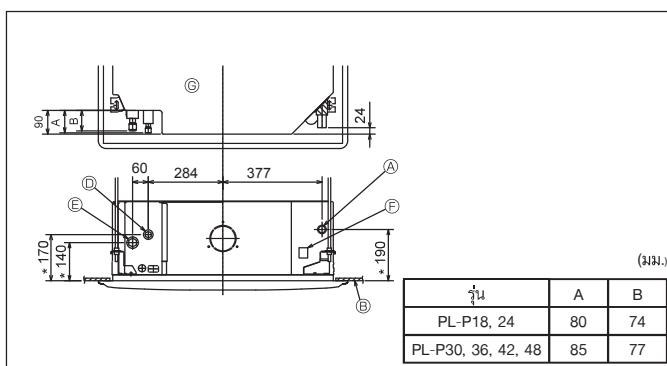

Fig. 3-3
3.3. ดำเนินการเดินท่องสถานที่ท่องเที่ยว * ในภาคและถึงขนาดของเครื่องหลักโดยไม่ว่าล้วนที่เป็นช่องเปิดปิดเนกประสงค์ที่ต้องการเพิ่มเข้ามา (Fig. 3-3)